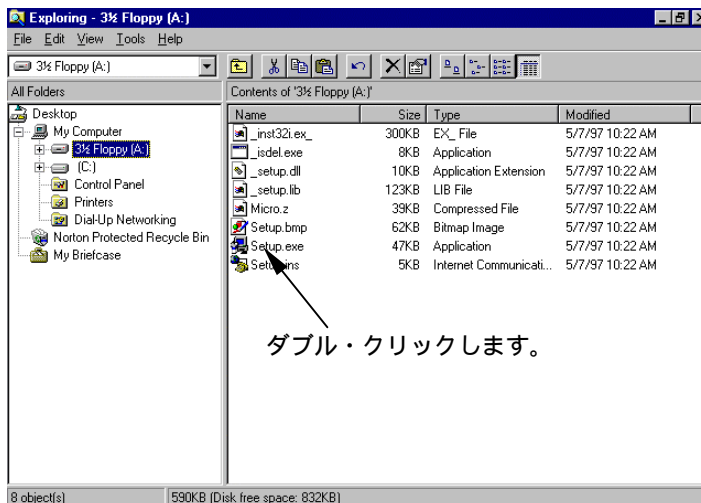

図 1-1 : Setup の実行 (Windows Explorer を使用した場合)
4. 図 1-1 の Setup アイコンをダブル・クリックします。インストラが起動され、必要なファイルがハード・ディスクにインストールされます。